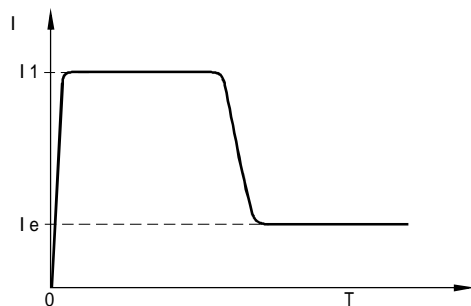

图12-1-1
- ① 代码FB设为(0限流)时为此电流起动模式。图12-1-1给出了限电流起动模式的电动机电流变化波形。其中 I_1 为设定的起动限流值,当电动机起动时,输出电压迅速增加,直到电动机电流达到设定的限流值 I_1 ,并保持电机电流不大于该值,然后随着输出电压的逐渐升高,电机逐渐加速,当电动机达到额定转速时,旁路接触器吸合,输出电流迅速下降至电机额定电流 I_e 或以下,起动过程完成。
- ② 当电动机负载较轻或设定的限流值较大时,起动时的最大电流也可能达不到设定的限流值时属正常。限电流起动模式一般用于对起动电流有严格限制要求的场合。